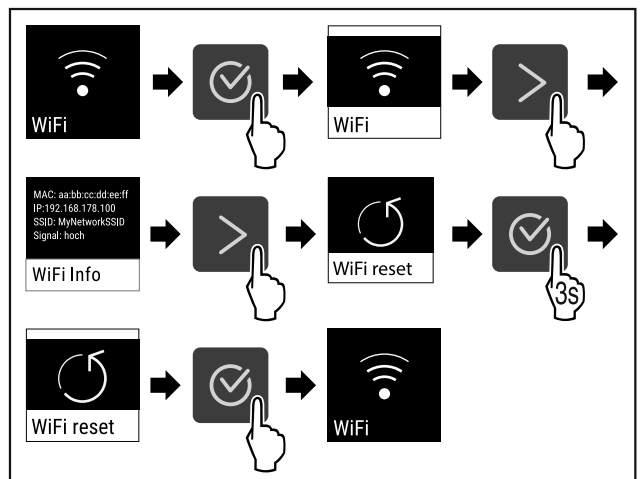

Fig. 77
- ▶ Proveďte akční kroky (viz Fig. 77).